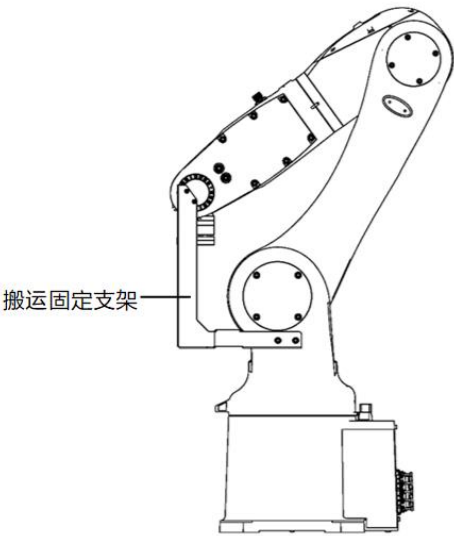

图 3-3 AIR7-920B 型操作机搬运位姿图
AIR7-920B 操作机搬运时位姿图如图 3-3 所示。
- 操作机在长距离或有较强振动的运输条件下，需要安装图 3-3 中的搬运固定支架，防止过度的运输振动造成机械损伤。搬运固定支架在出厂包装中提供，请妥善保管，以便二次运输时使用。